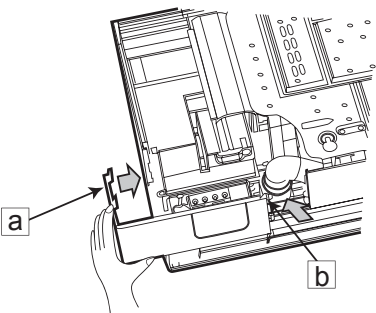
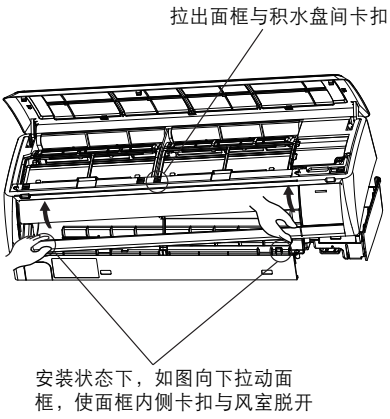

图14-1
图14-3
- (1) 接线盖板拆去顺序
- 用手将面框右下角风室下盖板 **①**、**②** 处的勾子沿箭头方向拉，将风室下盖板取下。(如图14-1)
- (2) 电线连接顺序
- 向上拉出面框与积水盘之间的卡扣，再用向上的力沿箭头方向拉，将面框取下。(如图14-3)